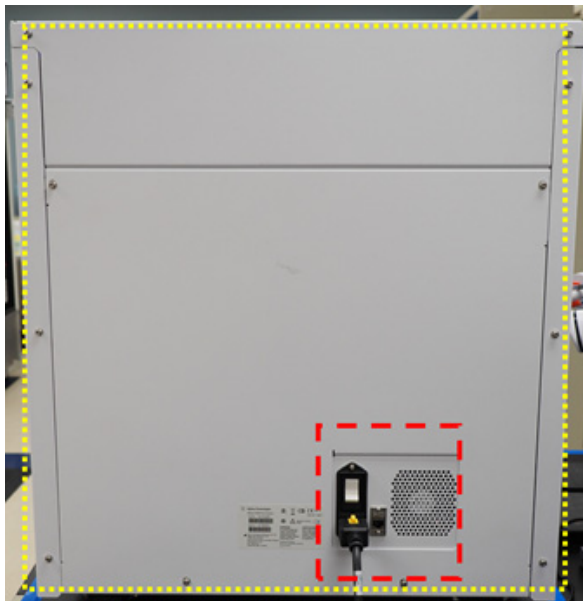

Abbildung 30 Abzuwischende Außenflächen auf der Rückseite des Geräts
- d Außenseite des Geräts – Rückseite:** Stellen Sie sicher, dass das Netzkabel vom Stromnetz getrennt ist. Wischen Sie mit einem mit 70%igem Isopropylalkohol befeuchteten Labortuch die Rückseite des Geräts ab, die in **Abbildung 30** gelb umrandet ist. Der rot umrandete Bereich erfordert besondere Aufmerksamkeit, da sich dort der hintere Ein-/Aus-Schalter befindet.